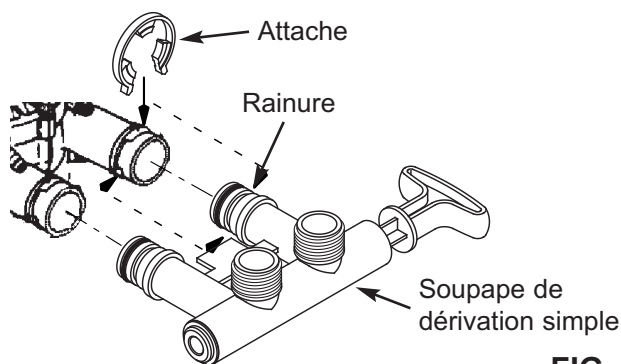

FIG. 11
5. Poussez la soupape de dérivation simple dans la soupape du système jusqu'à ce que vous sentiez une résistance. Enclenchez deux grosses agrafes de fixation en place en procédant du dessus vers le bas comme cela est indiqué dans les figures 11 et 12.